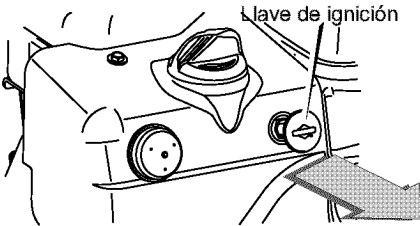

Figura 63
2. Saque la llave de ignición (vea la Figura 63). Guarde la llave en un lugar seguro. El motor no arrancará sin la llave de ignición.